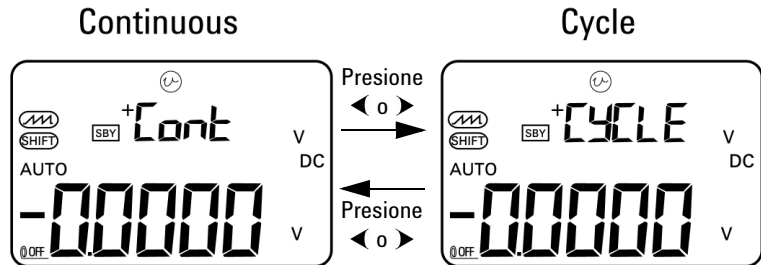

Figura 2-4 Selección del modo de salida de rampa automática
- 4 Luego de seleccionar la función  requerida, presione **<** o **>** para seleccionar uno de los dos modos: Continuo o Ciclo. La pantalla secundaria indicará **Cont** o **CyCLE**, respectivamente (Figura 2-4 en la página 38).